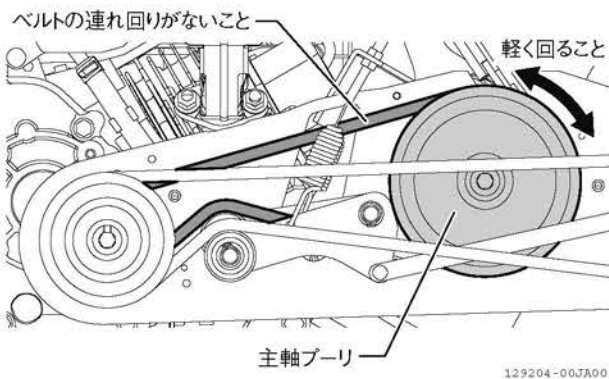

図 4-35 点検のしかた
3. 走行クラッチレバー「切」位置、変速レバーを「N (中立)」位置にして、主軸プーリが手で軽く回り、ベルトと主軸プーリの連れ回りがなくことを確認します。(図 4-35)